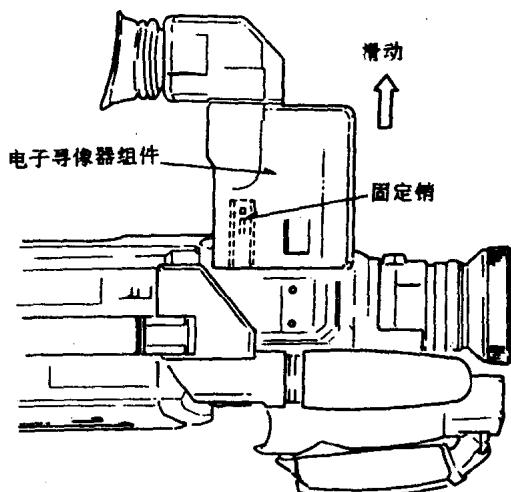

图 D2
- (1) 拔下电子寻像器的接头。
- (2) 按图 D2 所示的方向轻轻推动电子寻像器组件。
- (3) 推动组件底板的固定销的同时，拆下电子寻像器组件。